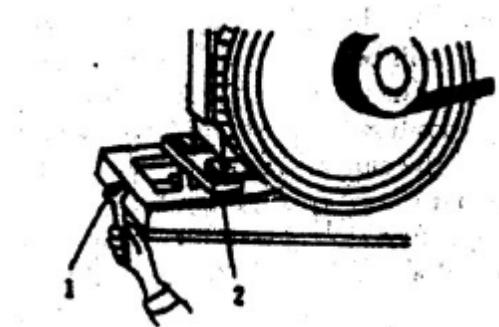

Рис. 8 Регулировка натяжения клиновидных ремней
- (1) Требования к регулировке: длина двух клиновидных ремней (B1800) должна быть равной. После выполнения натяжения ремней нажмите на каждый из ремней в центральной части таким образом, чтобы образовался прогиб в 15 ~ 20 мм.
- (2) Способ регулировки (Рис. 8): отверните четыре болта (2) под рамой, и, проворачивая регулировочный болт (1), отрегулируйте положение двигателя. После того, как натяжение ремней будет доведено до требуемого уровня, затяните болты (2).